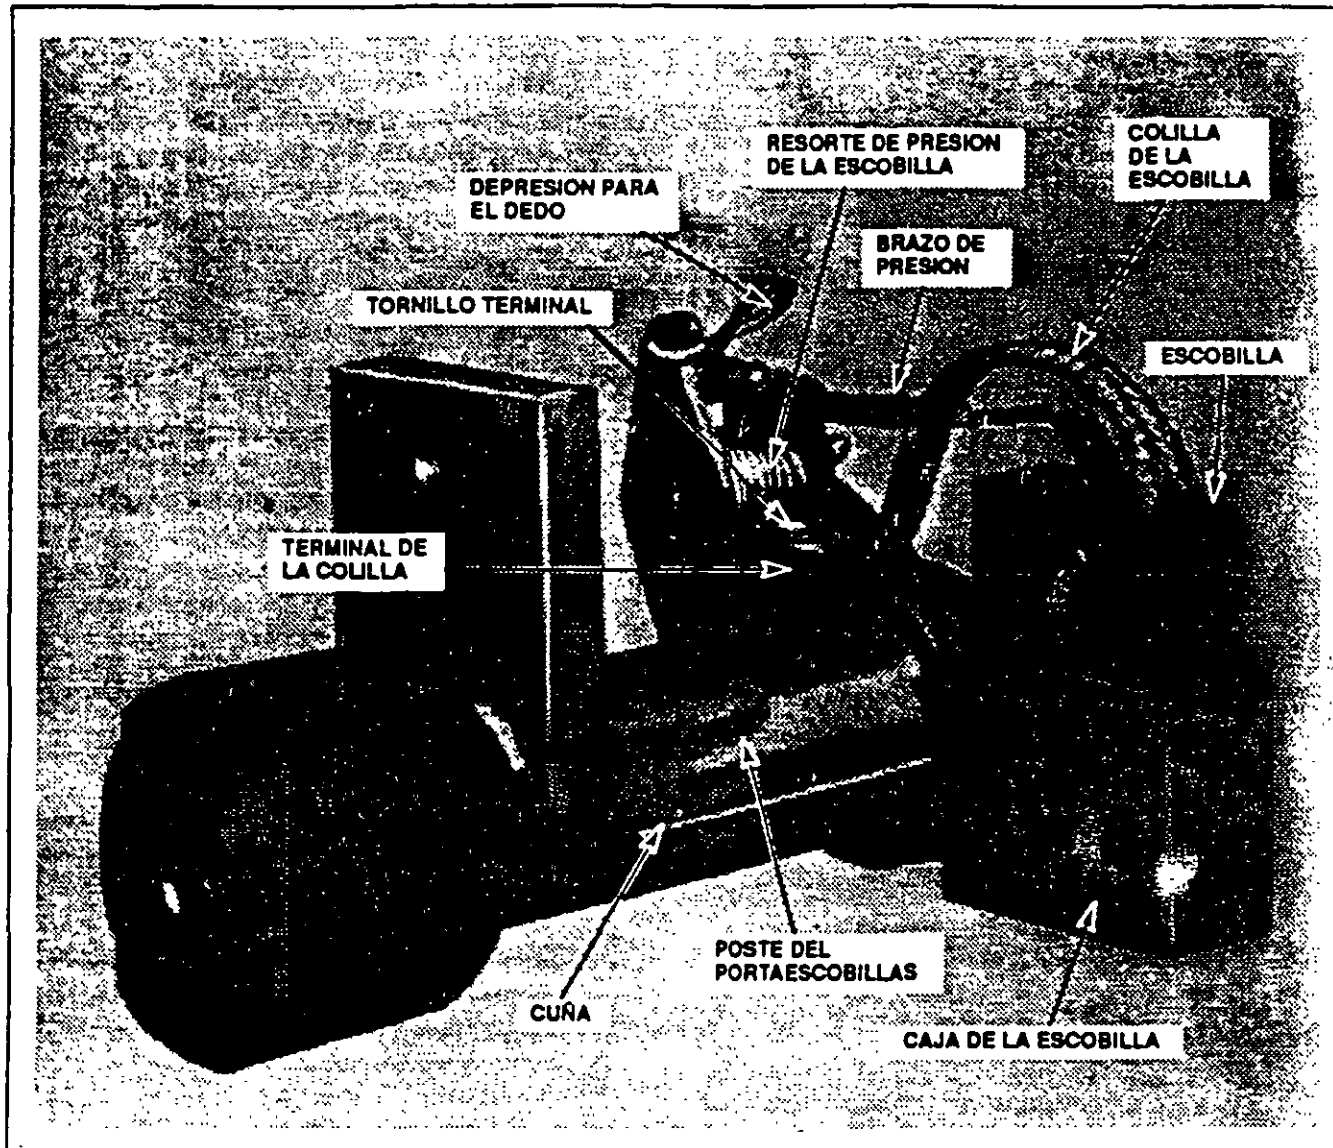

FIG. 3. CONJUNTO DE PORTAESCOBILLAS. E-13699-S
2. Asegúrese de que las curvas extremas del resorte en espiral para presión del carbón se encuentra en la posición que muestra la Fig. 3.